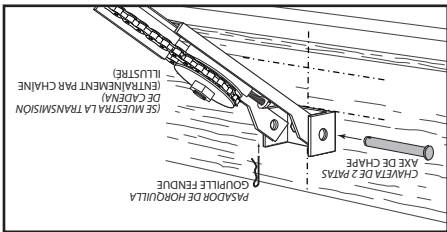

FIG. 2-5
- Soporte la caja de control en la escalera de tijera para impedir la interferencia con el resorte montado en el travesaño (Fig. 2-5).
- Placer la tête motorisée sur le marche-pied pour éviter toute interférence avec le ressort installé sur le linteau (Fig. 2-5).